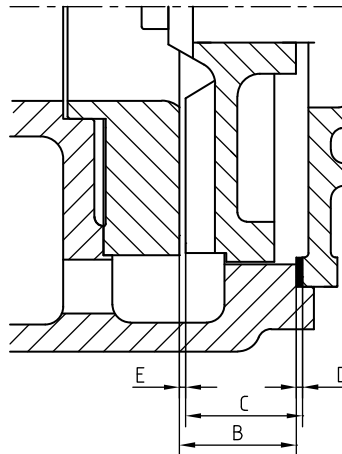

Figura 13: Espaço entre o impulsor e a placa de desgaste.
- 3 Meça a distância B entre a placa de desgaste e a caixa da bomba. Consulte a figura 13.
- 4 Meça a distância C entre o impulsor e a cobertura intermédia. Consulte a figura 13.